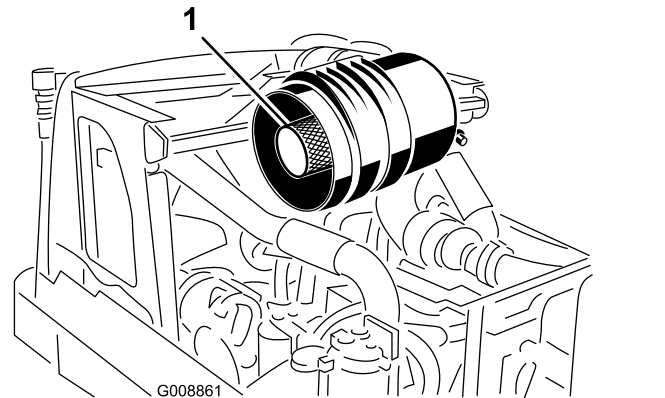

图 51
**重要事项** 切勿尝试清洁安全滤芯。每维护3次主滤芯后应更换一次安全滤芯图 51。